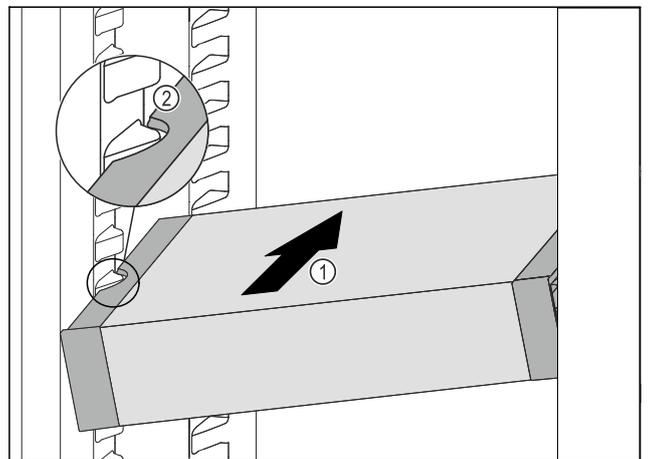

Fig. 98
- ▶ 将 VarioSafe 斜插入冷藏区中 Fig. 98 (1)，直至 VarioSafe 的侧部凹槽 Fig. 98 (2) 与冷藏区中的容器肋梁持平。